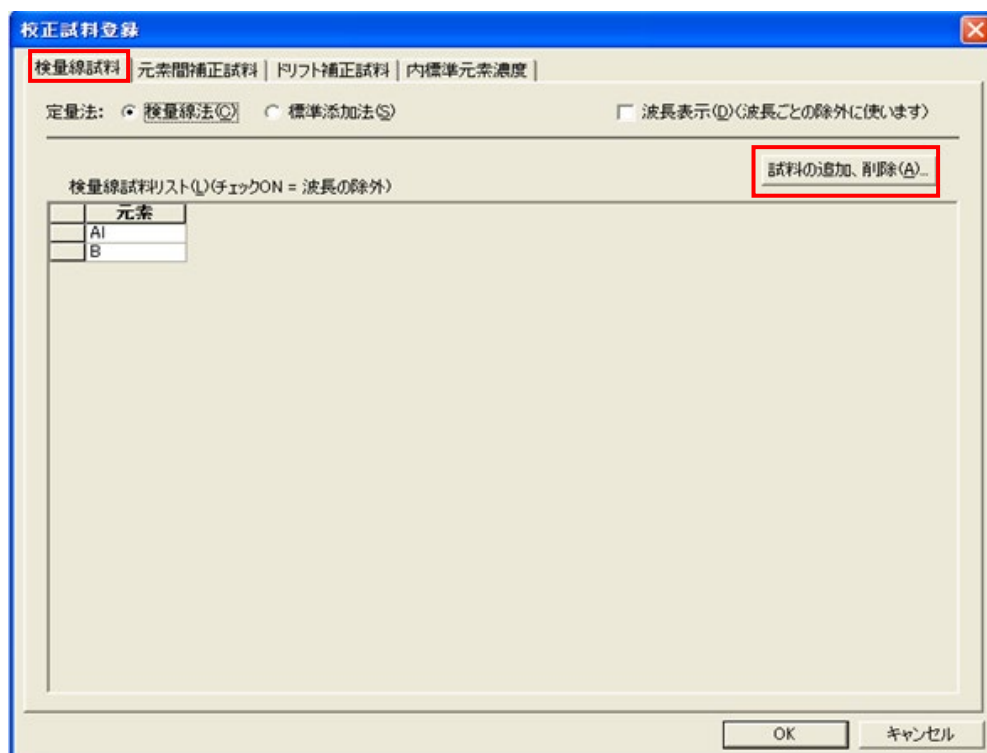

図 23
- ① 校正試料は、「検量線試料」「元素間補正試料」「ドリフト補正試料」「内標準元素濃度」4つのタブがあります。初期設定で「検量線試料」のタブが表示されます。 図 23
- ② 「試料の追加・削除」を選択します。